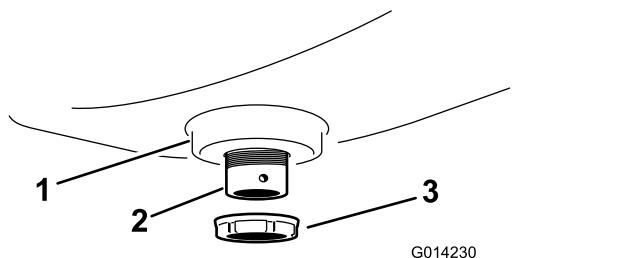

Figure 8
- Fixez le raccord de traversée au réservoir de rinçage au moyen d'un écrou à embase en plastique (Figure 8).